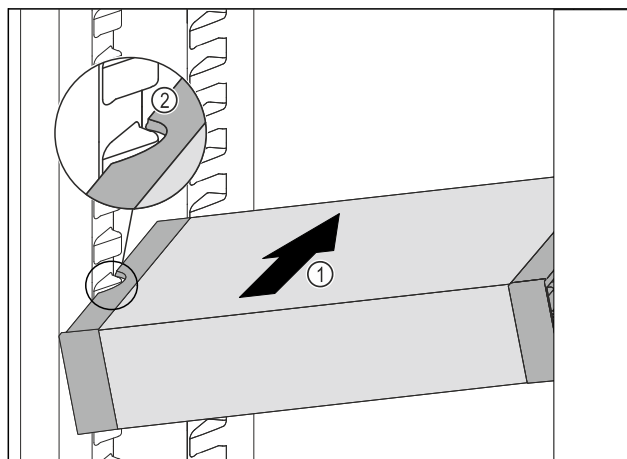

Fig. 133
- ▶ VarioSafe wsunąć ukośnie do chłodziarki Fig. 133 (1), aż boczne wycięcia Fig. 133 (2) VarioSafe będą się znajdować na wysokości żeber pojemnika w chłodziarce.